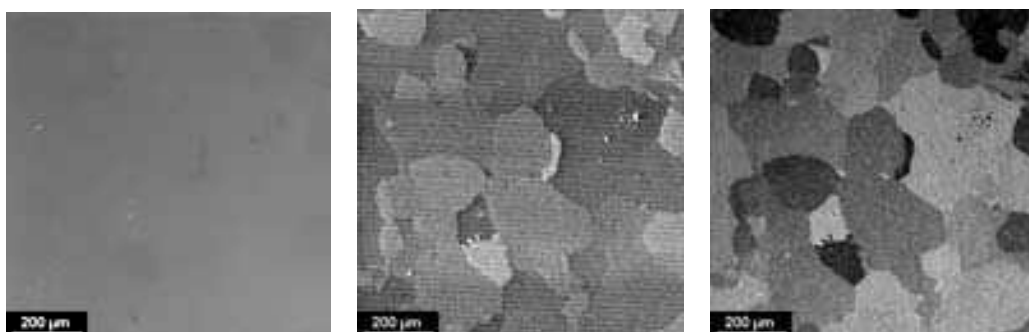

Fig. 2 – Echantillon de superalliage base Ni, images SE, AED et BSE, respectivement.
- Autres détecteurs associés (BSE ou FSD - ForScattered Detector, AED – Absorbed Electron Detector, EDS - fig.2)